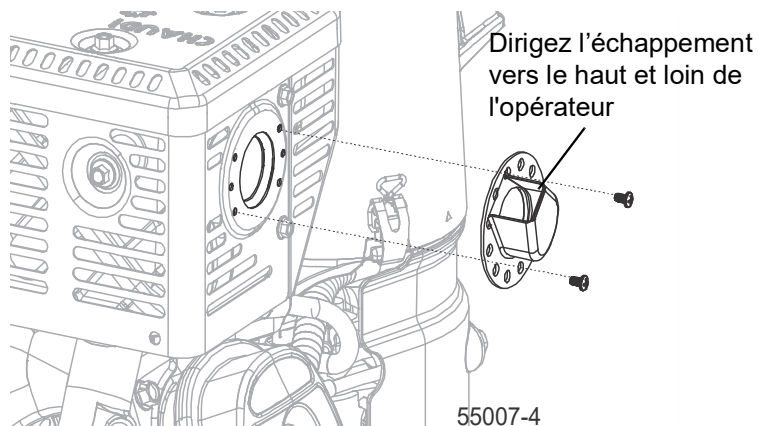

FIG. 3-19
4. Installez le déflecteur d'échappement. Voir Figure 3-19.